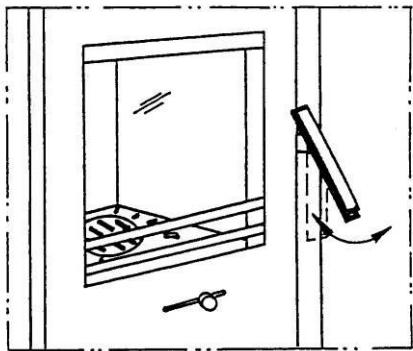

Fig. 2
Rglez ensuite la prise d'air primaire (voir fig. 2)
- ouvrir la porte en basculant la poignée vers le haut. (voir fig. 2.)